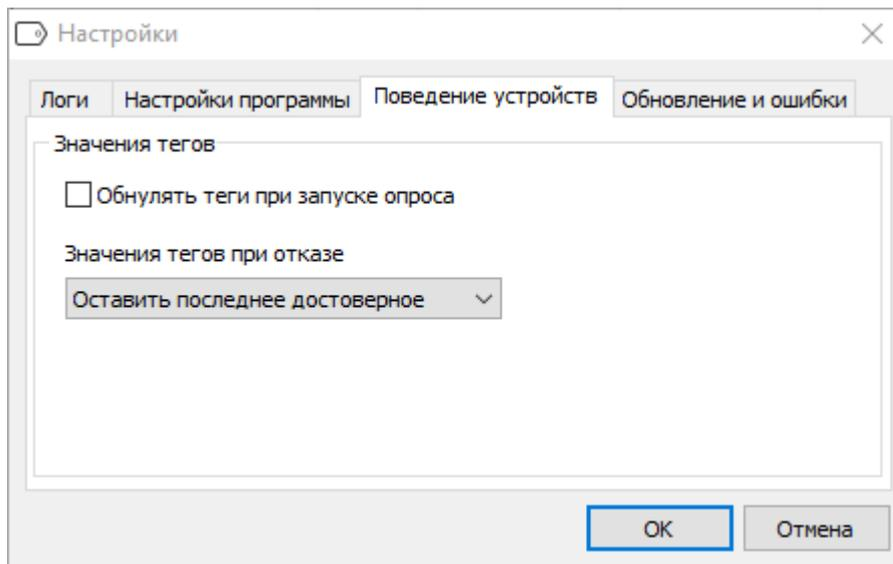

Рис. 22.3 Группа настроек «Поведение устройства»
3. «Поведение устройств», рис. 22.3. В этой группе определяется поведение устройств при запуске опроса или при отказе.